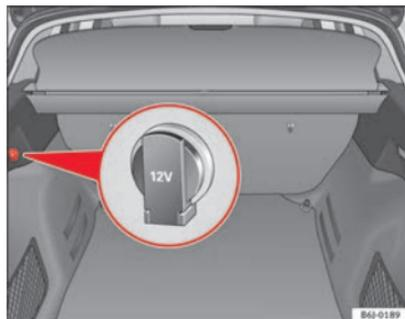

Abb. 91 Ausschnitt aus der Seitenverkleidung des Gepäckraums: 12-Volt-Steckdose
- Die Abdeckkappe der Steckdose anheben ⇒ Abb. 91.